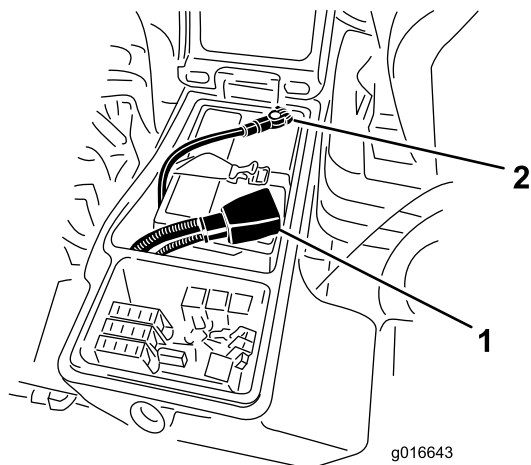

Figure 122
3. Débranchez le câble négatif de la batterie (Figure 122).